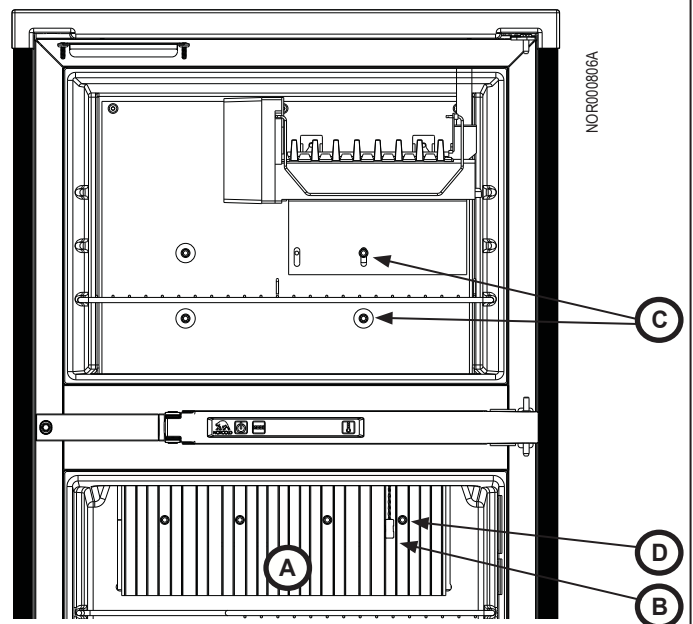

Fig. 4: Placa de evaporación / aletas
1. Tire del termistor y clip (Fig. 4, B) de las aletas (Fig. 4, A) dentro del refrigerador. Tome nota de la ubicación de las aletas, ya que posteriormente se reinstalarán en el nuevo sistema. Deje que el clip y el termistor queden colgando libremente. No desconecte el termistor.
2. Desde el interior del compartimiento del congelador, saque los tornillos y las arandelas de la placa de evaporación del congelador (4x) (Fig. 4, C) que sujetan la unidad refrigerante a la parte posterior del congelador. Póngalos aparte.
3. Desde el interior del compartimiento de alimentos frescos, saque los tornillos de las aletas de la sección de alimentos frescos (4x) (Fig. 4, D) que sujetan las aletas a la unidad refrigerante. Tire de las aletas hacia usted y hacia arriba y extráigalas. Marque la parte superior de las aletas para luego poder volver a instalarlas correctamente. Ponga las aletas aparte.
**AVISO** No saque los dos (2) tornillos superiores ni la máquina de hielo.